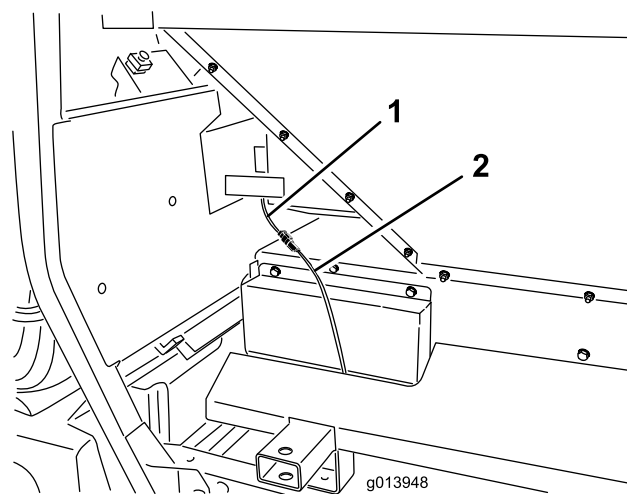
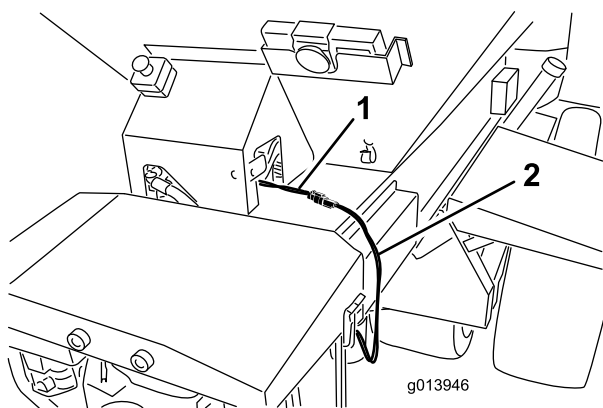

Figure 19
Figure 18
45. Branchez le faisceau de câblage intermédiaire au connecteur de faisceau du ProPass (Figure 18 ou Figure 19).